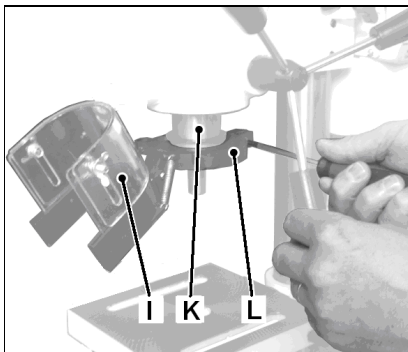

Рис. 2
Перед тем, как поставить сверлильный патрон, установите на пиноль (К) экран патрона (I, Рис. 2). Аккуратно затяните крепежный винт (L).